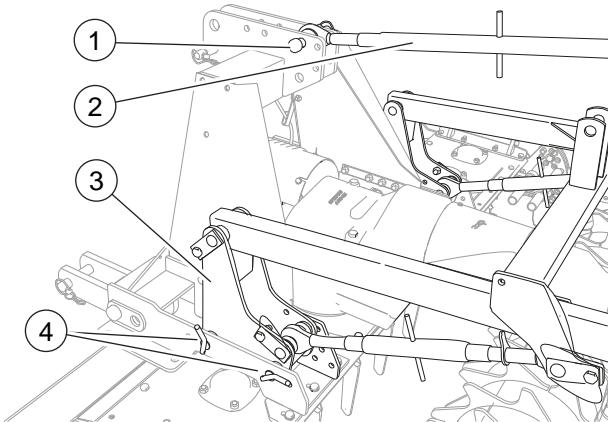

FIG. 16
- Posicionar el enganche en la máquina: insertar los enganches inferiores (3, "Fig. 16") en las placas de la base del castillo enganche tripuntal.
- Fijar los enganches inferiores con los pernos (4).
- Conectar la tirante (2) al tripuntal de la máquina.
- Fijar el tirante con el perno (1).